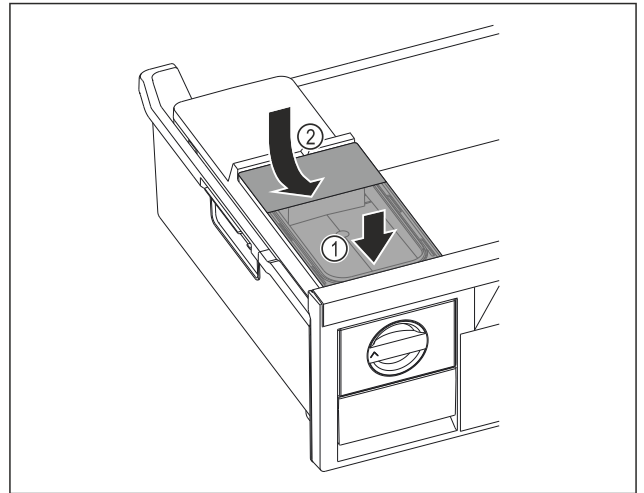

Fig. 97
- ▶ Помістити бак для води спереду Fig. 97 (1)
- ▶ Опустити бак для води ззаду Fig. 97 (2)